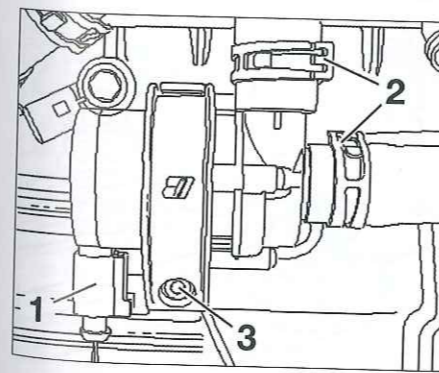

Fig. 25
- Desconectar el conector (1) y los manguitos (2) (Fig.25).
- Desmontar los tornillos (3) y retirar la bomba de su soporte.